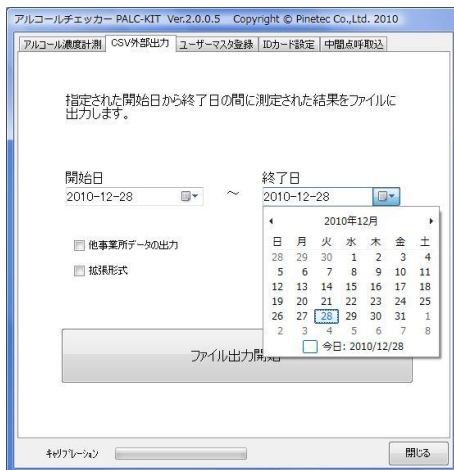

図 81 CSV 外部出力
① 「CSV 外部出力」タブを選択し、CSV 外部出力画面を表示します。
② CSV ファイルに出力したい測定結果の開始日と終了日を入力します。▼をクリックすることによりカレンダーが表示されますので、カレンダー上から日付を選択することも可能です。(図 81)
③ 必要に応じて「他事業所データ出力」「拡張形式」のチェックボックスにチェックを入れます。
⑤ [ファイル出力開始] ボタンをクリックします。